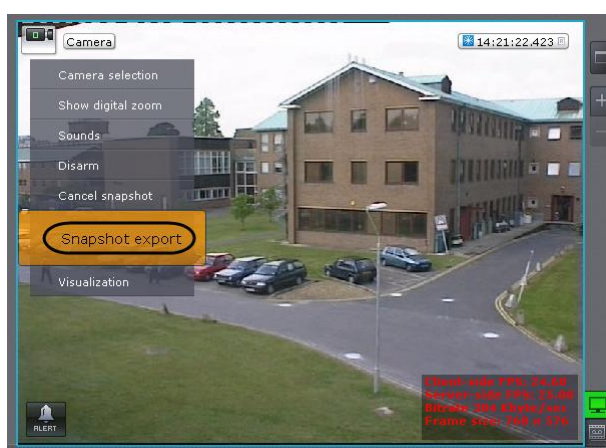

Fig. 7.5—1 Snapshot export
2. Bring up the context menu in the viewing tile (Fig. 7.5—1, 1).
3. Select **Export snapshot** (Fig. 7.5—1, 2).